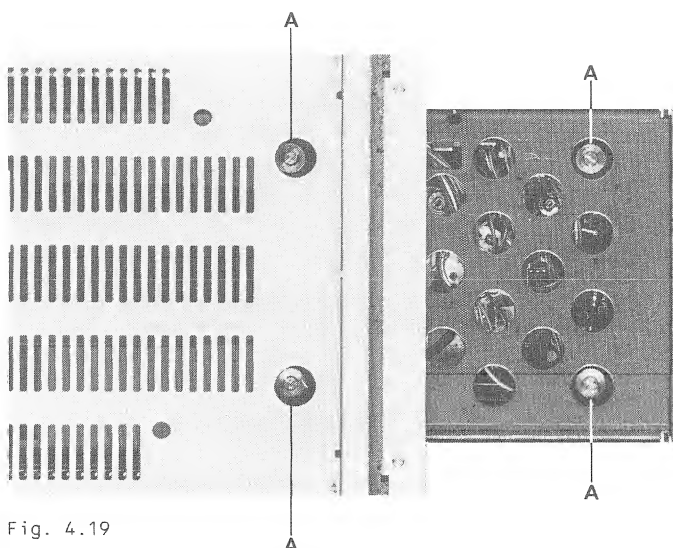

Fig. 4.19
- Gerät ausschalten und Schublade von Hand ca. dreiviertel ausfahren (beide hinteren Messingschrauben müssen durch die Öffnungen im Bodenblech sichtbar sein, siehe Fig. 4.19).